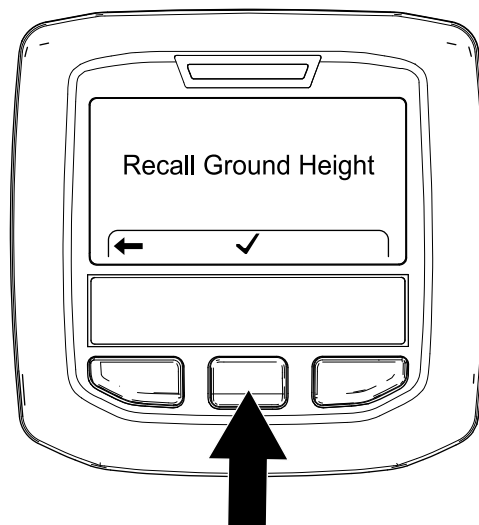

Figure 114
3. Dans l'écran Recall Ground Height (rappel de hauteur par rapport au sol) (Figure 114), appuyez sur le bouton central de l'InfoCenter.